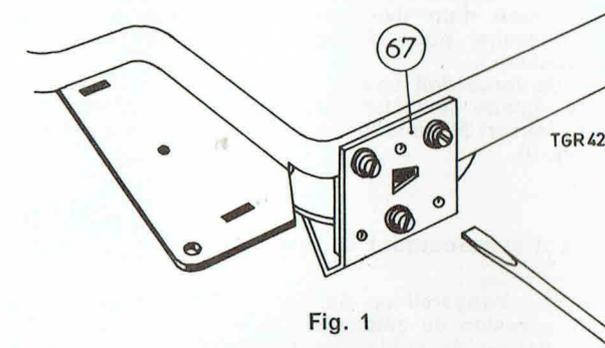

Fig. 1
- 1) Enlever les trois vis (fig. 1) fixant le support de palier inférieur (67).
Au remontage, lors de la fixation du palier inférieur du volant, il faut veiller à ce que la gorge de la poulie moteur soit rigoureusement en ligne avec la gorge du volant et celle de la poulie du galet d'entraînement du plateau droit. La hauteur du volant peut être réglée au moyen de l'équerre de palier (67) voir figure 1.